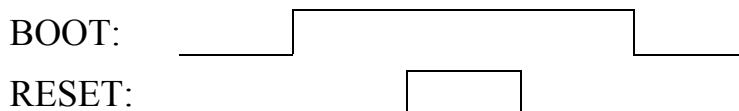

Bild 5: Einleitung des Burn-In-Modus beim DIPmodul F40
Dazu gehen Sie bitte wie in *Bild 5* in *Kapitel 3.1.1* vor.
10. Drücken Sie auf "*Download*". Dabei werden Sie aufgefordert, den Burn-In-Modus zusetzen. Verfahren Sie dabei wie in *Kapitel 3.1.1, Bild 5* beschrieben wurde. Wenn Sie die Aufforderung mit OK betätigen, dann wird das Flash Controller Programm in die Hardware übertragen. Bestätigen Sie anschließend die Meldung mit dem Abschluss der Übertragung mit OK.